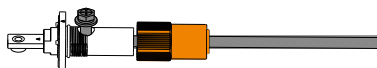

Figure 4.2-5
Step4 : Vis de verrouillage, comme illustré à la Figure 4.2-5.